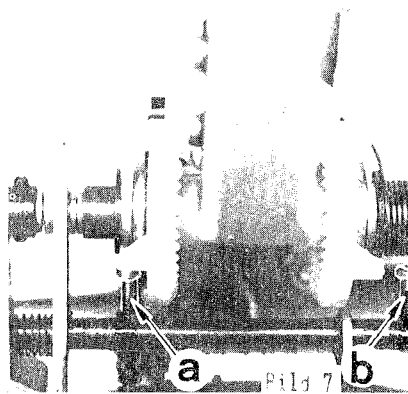

Bild 7
Greifarm, Spielstellung: Die Ebene des Greifarms MUß mit der Ebene der Schallplatte auf dem Plattenteller hinreichend übereinstimmen, sowohl in der A-, wie in der B-Seiten-Spielstellung. Eine Korrektur ist mit der Stoppschraube -a-, Bild 7, für die A-Seiten-Stellung bzw. mit der Stoppschraube -b- für die B-Seiten-Stellung möglich. Dreht der Arm zu weit (der Rücken des Arms liegt dann tiefer als die Ebene der Schallplatte), so ist die Schraube höher zu setzen, dreht der Arm nicht weit genug, so ist sie tiefer zu setzen.
Gripper Arm Play Position. The plane of the arm in both A- and B-side play position is nearly parallel & level with the plane of the record on the turntable. For a correction adjust screw -a-, Bild 7, for the A side position or screw -b- for the B-side position. If the arm swings too far (arm's back is below record level), the stop screw has to be raised (unscrewed for correction, or has to be lowered if the arm doesn't swing deep enough).
Le bras doit être alors en position horizontale que ce soit pour la face A que pour la face B. Une correction peut se faire par la vis de blocage -a- fig. 7 pour la face A et par la vis -b- pour le réglage face B. Si la pince descend plus bas que le plan du disque, c'est que la vis est trop haute, si la pince ne tourne pas suffisamment, c'est que la vis est trop enfoncée.
4. die Umlenkelle in B-Seiten-Spielstellung noch etwas axiales Spiel hat, die Kontermutter der B-Seiten-Stoppschraube (-b-, Bild 7) also noch nicht am Magnetwinkel anliegt (sonst reiben Stufenwinkel und Steuerscheibe zu hart aneinander).